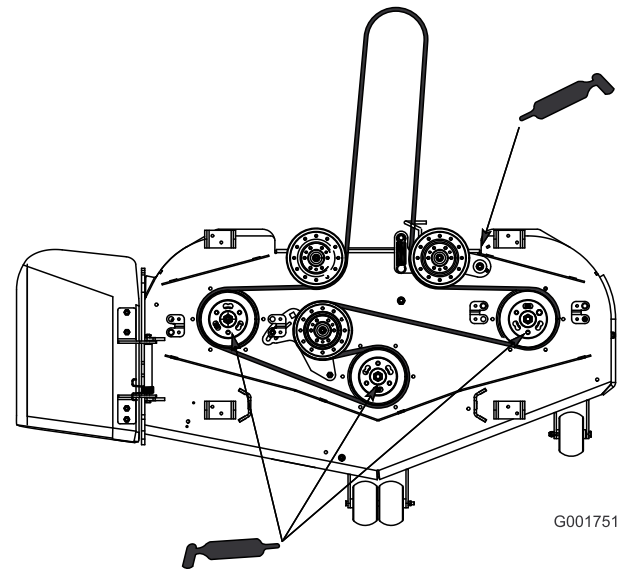

Figure 31
- Graissez le pivot de la poulie de tension (Figure 31).
- Lubrifiez les graisseurs des roulements des 3 axes (Figure 31).